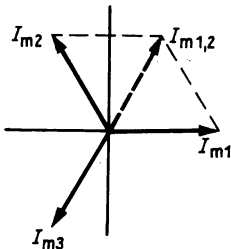

Bild 133
- 10.5 Die Stromstärke eines Wechselstromes ist eine sich sinusförmig ändernde Größe wie die Elongation bei der mechanischen Schwingung. Die resultierende maximale Stromstärke (aus $I_{m1,2}$ und I_{m3}) ist Null (Bild 133). Das bedeutet: die resultierende Stromstärke ist zu allen Zeiten Null.